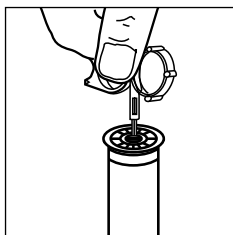

Fig. 5
1. Insira a extremidade hexagonal da chave Hunter no parafuso e gire para a esquerda para aumentar o arco (Fig. 5).